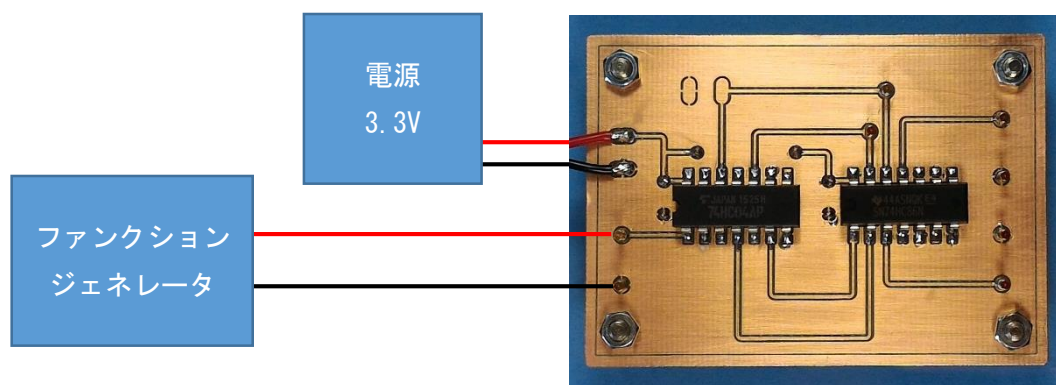

図 3 実験回路の接続
- ① 電源とファンクションジェネレータを実験回路に接続（図 3）。